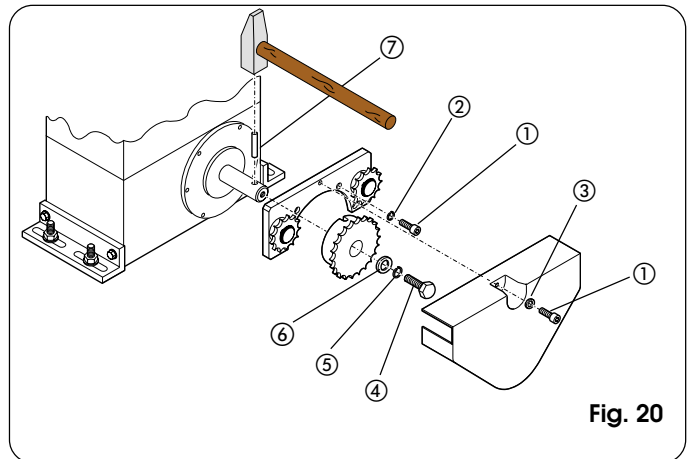
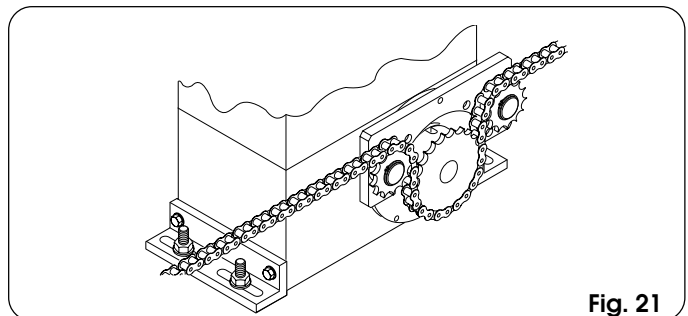

Fig. 20
Fig. 21
4.5.2. MOD. 746 ER RF (Fig. 20 - 21)
- 2) Plaats de beugel van de tussenoverbrengingen op de flens van de motorvertraging met behulp van de vier schroeven a (M5 x 12) en de bijbehorende ringen b uit de set, zoals aangegeven op fig. 20.
- 4) Voer de ketting door zoals aangegeven op fig. 21 en monteer de afdekking met de schroef a en de ring c van fig. 20.